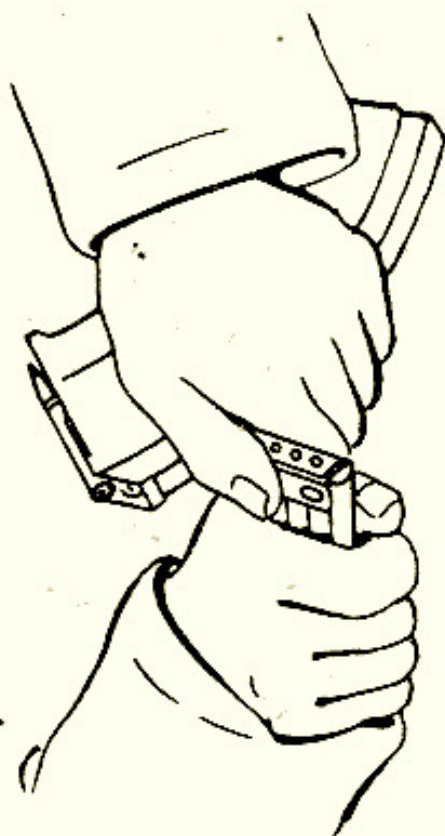

fig. 15.
- Neem den patroonhouder en het magazijn in de linkerhand (fig. 15);